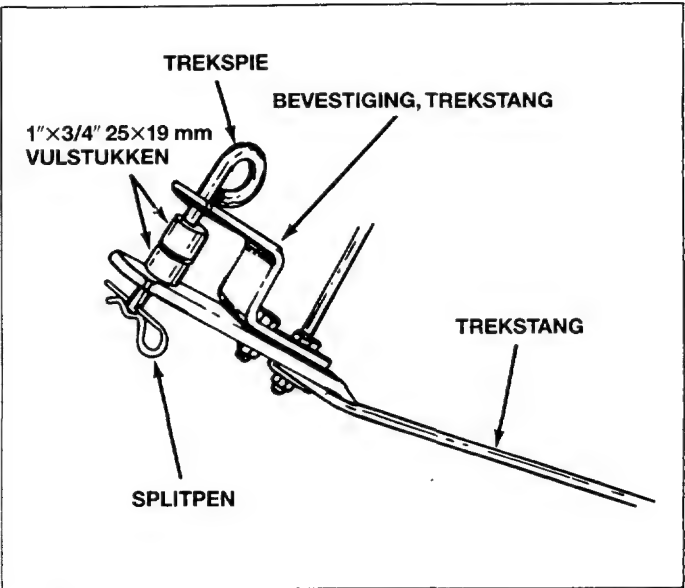

Fig. 11
12. Monteer de borgspie, twee afstandsbussen 25×19 mm en de splitpen. Zie fig. 11.